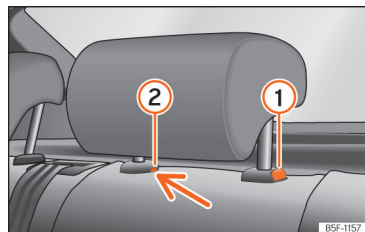

Fig. 71 Encostos de cabeça traseiros desmontagem.
- Pressione o botão »» Fig. 71 ①, pressionando ao mesmo tempo através do orifício da trava de segurança ② com uma chave de fendas plana com um máximo de 5 mm de largura e retire o encosto de cabeça.